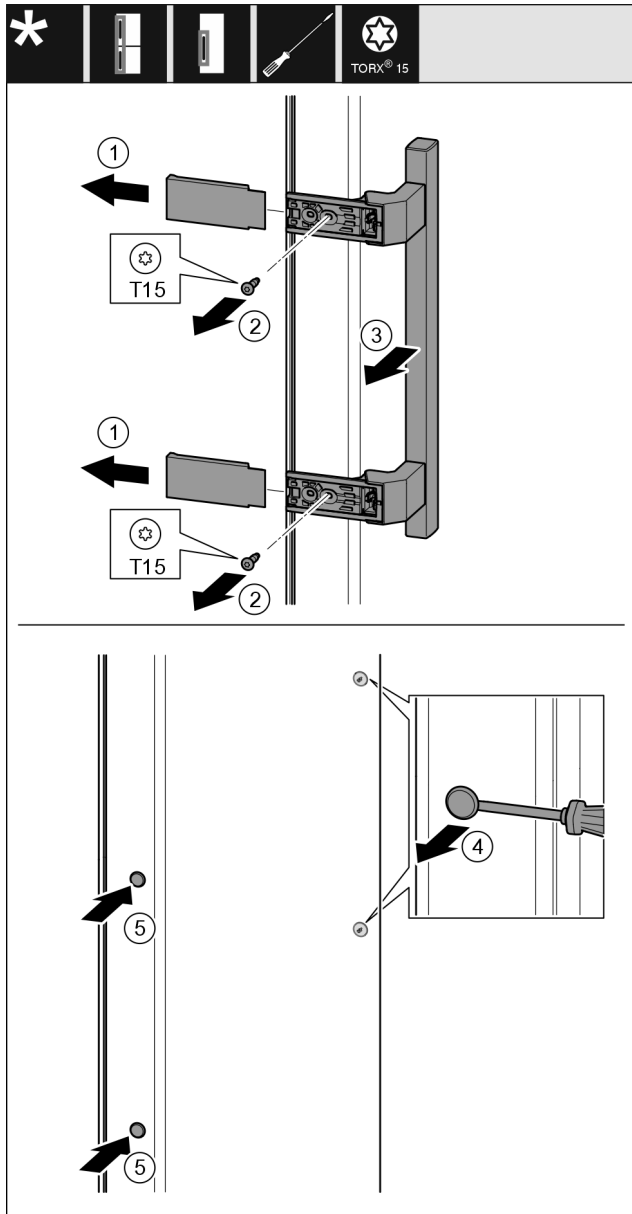

Fig. 46
- ▶ Снимите крышку Fig. 46 (1).
- ▶ Выкрутите винты Fig. 46 (2) отверткой.
- ▶ Снимите ручку Fig. 46 (3).
- ▶ Осторожно приподнимите шлицевой отверткой боковую заглушку Fig. 46 (4) и извлеките ее.
- ▶ Снова установите заглушку Fig. 46 (5) с другой стороны.